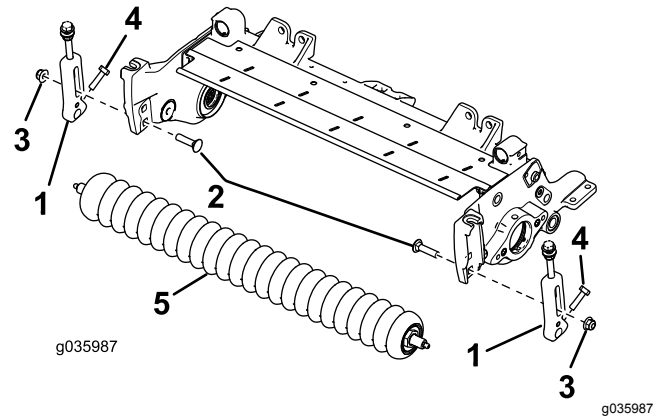

**Figure 3**
3. Déposez l'insert cannelé existant à chaque extrémité de l'arbre de cylindre à l'aide de l'outil spécial (réf. TOR4112 pour le cylindre de 13 cm [5 po] et TOR4074 pour le cylindre de 18 cm [7 po]). Voir Figure 3.